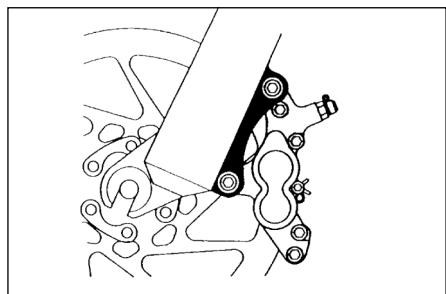
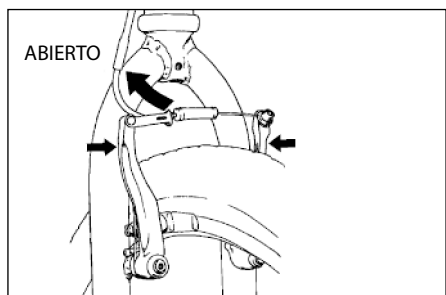

Ilustración 11.
Ilustración 12.
**3. Algunos frenos de bicicleta, como los de disco (ilustración 11) y los de tiro lineal (ilustración 12), son muy potentes.** Preste una atención especial al familiarizarse con este tipo de frenos y utilícelos con mucho cuidado.